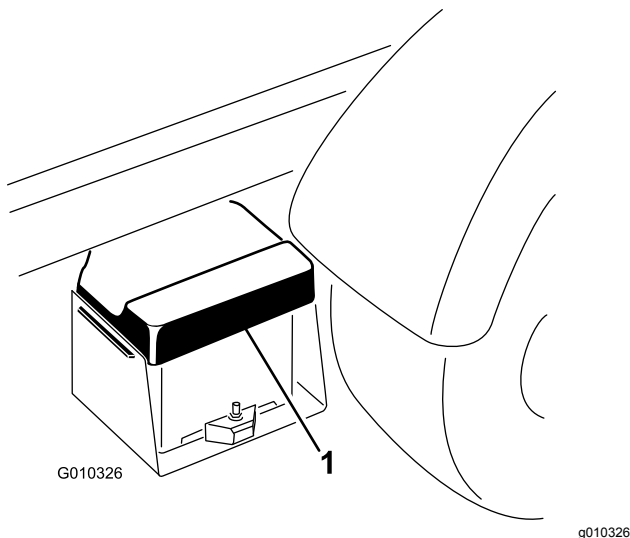

Figure 51
1. Appuyez sur le couvercle de la batterie pour dégager les pattes de la base de la batterie et déposez le couvercle de la base (Figure 51).